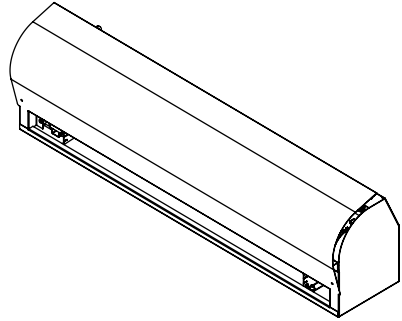

Рисунок 8
- Удерживая крышку за верхнюю часть, аккуратно вывести последнюю из зацепления с внутренними деталями завесы (см.рисунок 8, 9).